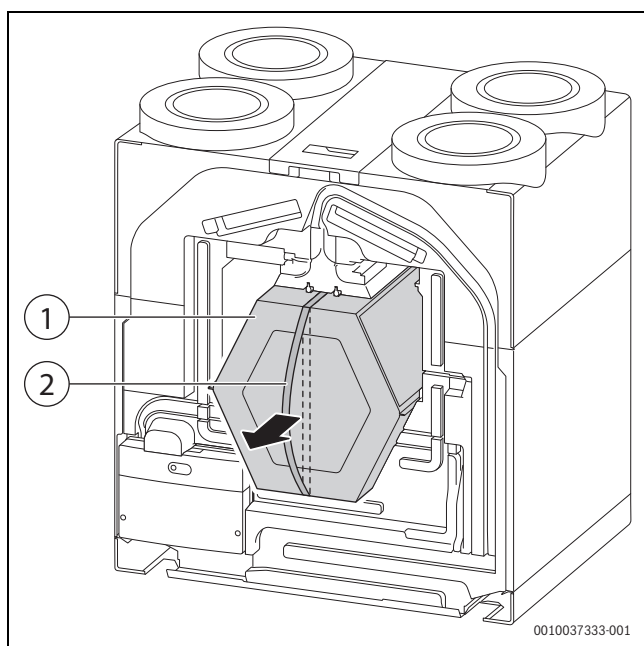

Bild 61 Wärmetauscher herausziehen
- Wärmetauscher vorsichtig am Band herausziehen (→ Bild 61).
- ▶ Wärmetauscher vorsichtig am Band herausziehen (→ Bild 61).